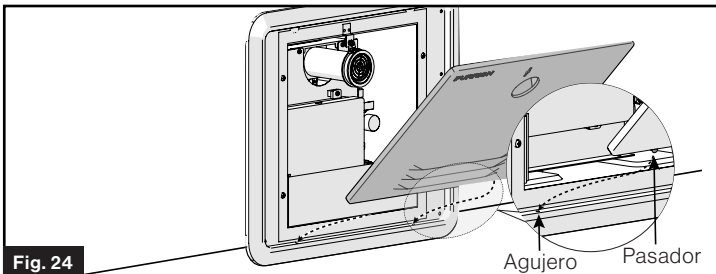

Fig. 24
- Inserte la puerta en los pasadores en la parte inferior del calentador de agua. (Fig. 24)